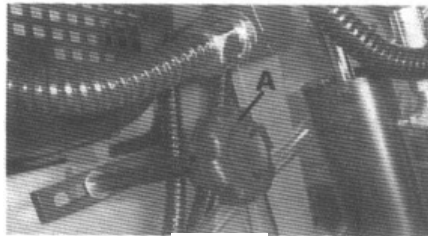

Рис. 5
2. Ослабьте натяжение ремня, отпустив ручку замка натяжения (A) Рис.5. и позволив двигателю качнуться вперед.
5. Регулируйте натяжение ремня, вращая двигатель назад до получения отклонения ремня, равного примерно $1/2$ " в межосевом промежутке шкивов при помощи легкого нажатия пальцем. Затем затяните ручку замка натяжения (A) Рис.5. и регулярно проверяйте ее работу.